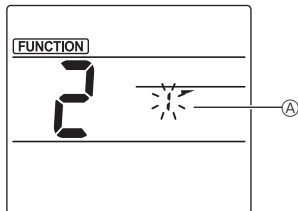

Fig. 3-2
- ② การเลือกหมายเลขไฟ (Fig. 3-2) กดปุ่ม **▼** เพื่อเลือก หมายเลขไฟ (A) จากนั้นกดปุ่ม **SET**